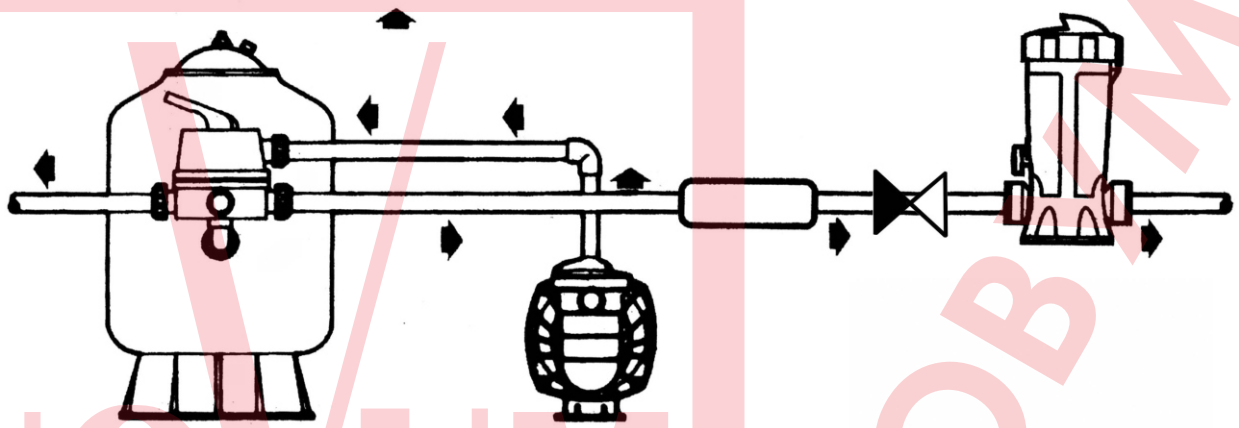

Рис. 1
1. Установите дозатор в контур после теплообменника, если теплообменник не предусмотрен, то после фильтра (рис. 1). Не устанавливайте дозатор в верхний трубопровод.